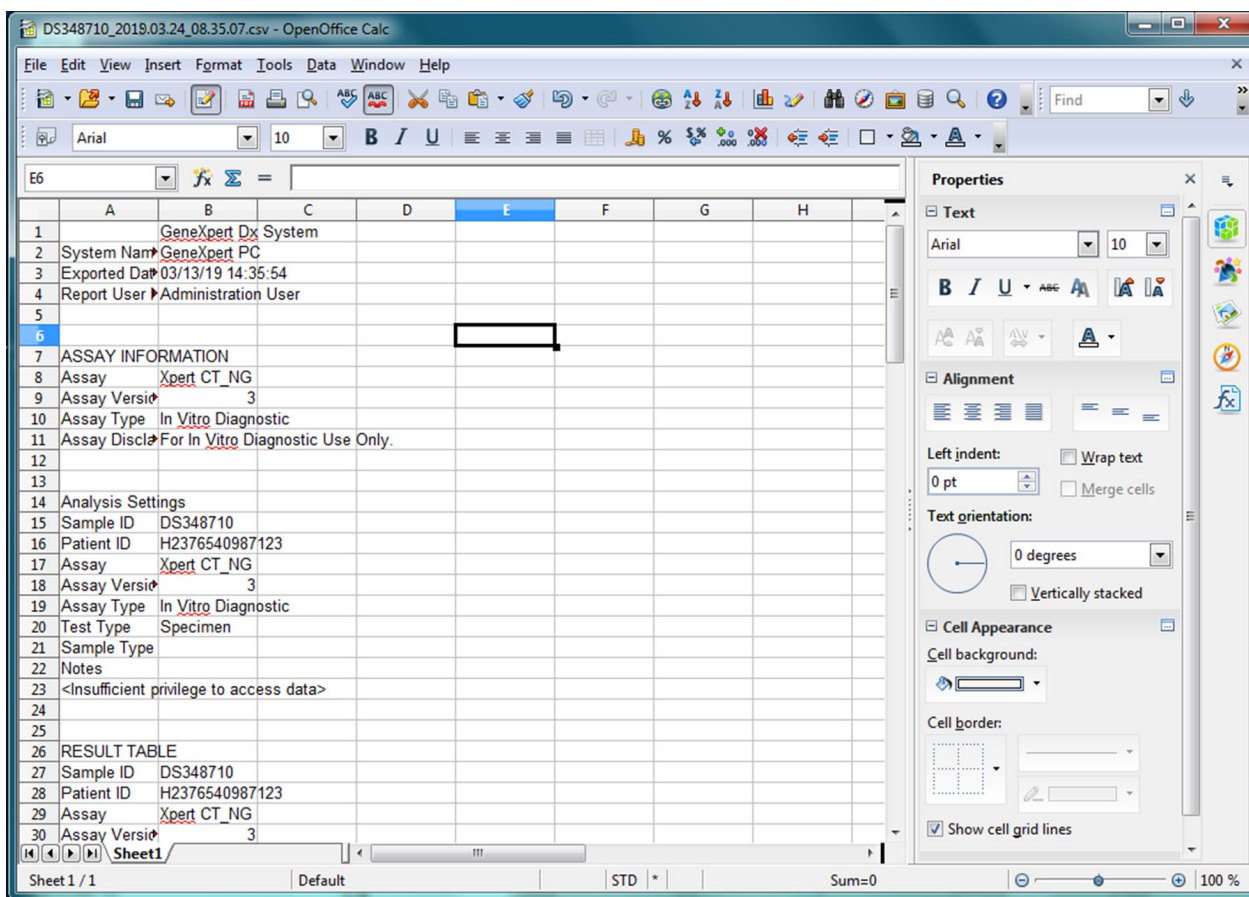

Figura 5-68. Exemplu de rezultate exportate ale testului
8. Faceți clic pe caseta de selectare din stânga opțiunii **Valoare implicită (Default value)**, apoi faceți clic pe **OK** pentru a închide caseta de dialog. Lățimile coloanei vor fi apoi reglate și fișierul va fi formatat, așa cum se arată în Figura 5-68. Faceți clic oriunde în coloanele goale pentru a „deselecta” celulele albastre și a restabili celulele albe.